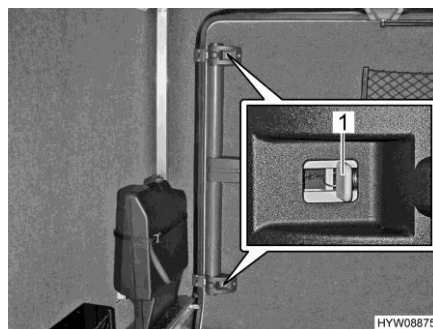

Fig. 46 Porta del garage (sbloccaggio di emergenza dall'interno)
- Spingere i cursori grigi (Fig. 46,1) presenti sulla chiusura superiore e inferiore verso il centro della porta.